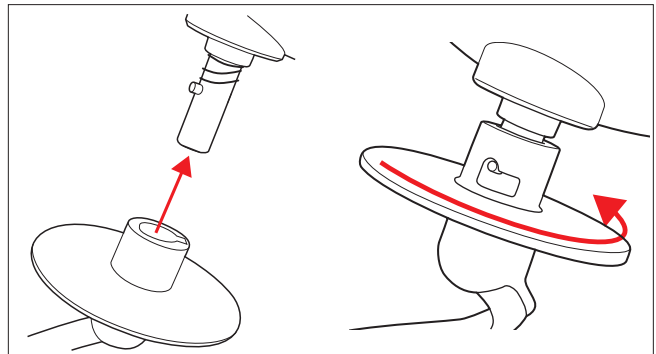

Abb. 11 – Rührhaufsatz aufstecken und verriegeln
2. Stecken Sie den gewünschten Rührhaufsatz (Knethaken, Flachrührer oder Schneebesen) wie abgebildet in die Maschine (siehe Abb. 11).